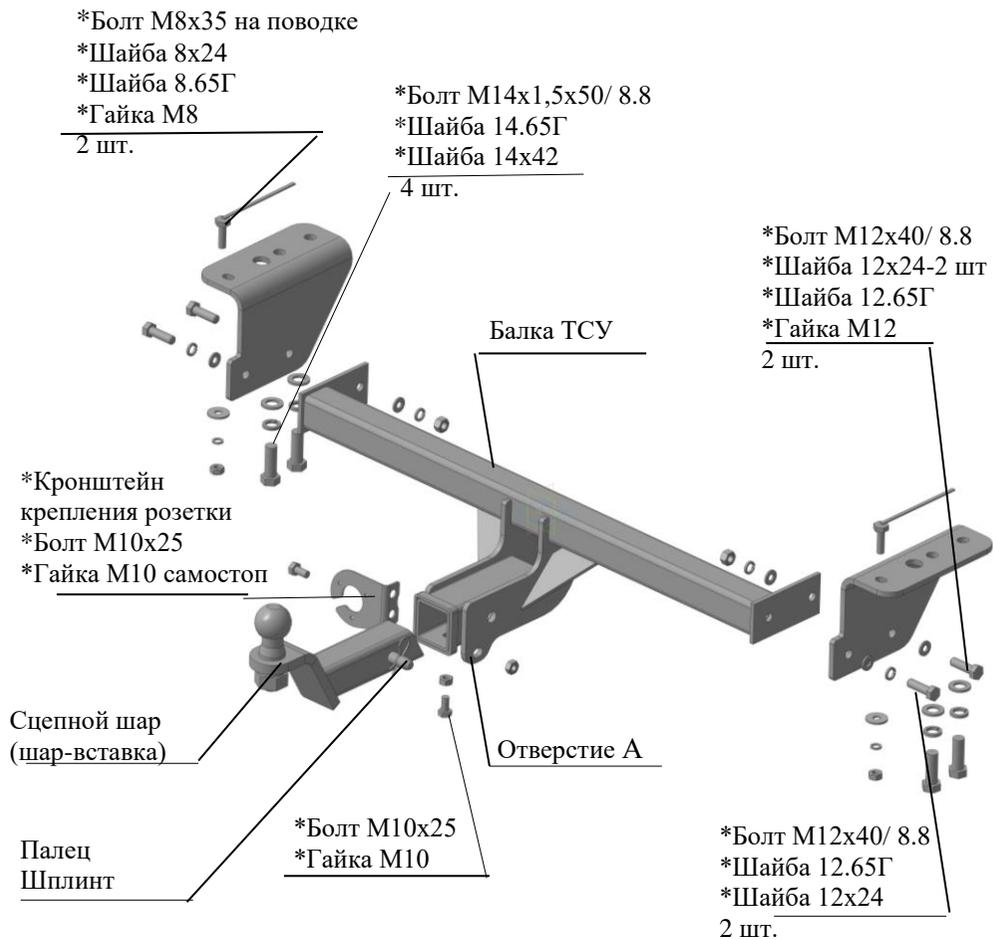

Рис.1 Тягово-сцепное устройство ТСУ 8161.
2.1 ТСУ 8161 в сборе (рис.1)	1 шт.
2.2 Пакет с комплектующими (см. рис.1)	1 шт.
4.2 Установить боковые съемные кронштейны ТСУ к нижним полкам лонжеронов, левый и правый соответственно рис.1, закрепить болтами М14х1,5х50 и болтами М8х35 на поводках и крепежом соответственно рис.1. Крепеж не затягивать.
4.3 Установить балку ТСУ к боковым съемным кронштейнам и закрепить болтами М12х40 и крепежом соответственно рис.1. Крепеж не затягивать.